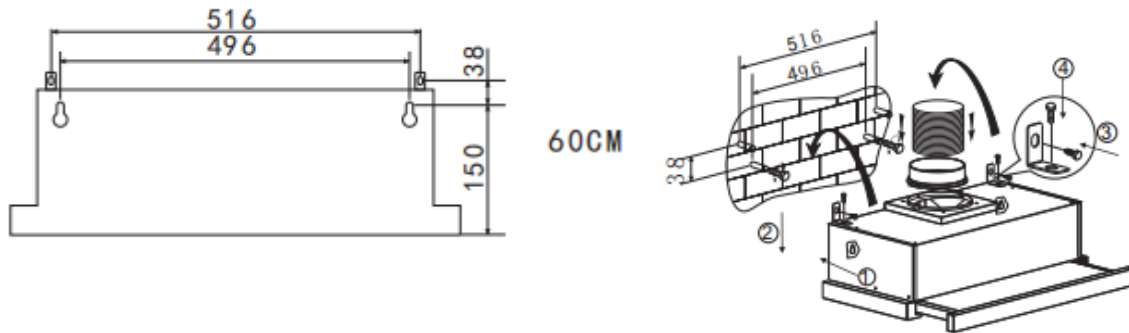

Рис.3
4. Вытяжка крепится к стене с помощью 4 винтов (4 x 30 мм) и дюбелей. Закрепите вытяжку на стене на задней стороне вытяжки с помощью 2 винтов (4 x 30 мм) и дюбелей. Затем закрепите вытяжку на стене с помощью 2 шурупов (4 x 30 мм) и дюбелей через небольшой L-образный кронштейн. См. рис. 3.
- Способ 2. С помощью прямой отвертки поднимите нижний край светодиодной лампы, см. рис. 3, затем слегка вытяните светодиодную лампу и соединительный провод лампы. См. рис. 2.